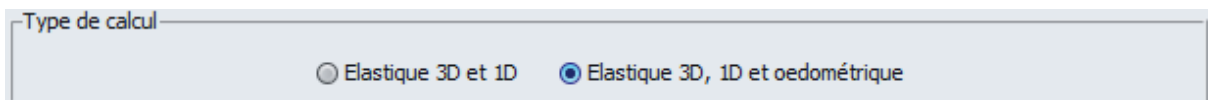

Figure C.19 : Exemple de radio-bouton
- De radio-boutons à sélectionner (cf exemple Figure C.19) ;